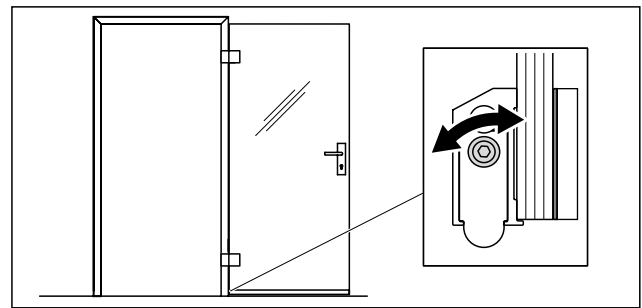

Abb. 17 Den Absenkmoment im Auslösekeil an der Nebenschließkante einstellen
1. Wenn die Absenkichtung beim Türschließen zu früh oder zu spät auslöst, dann den Absenkmoment mit einem 3-mm-Innensechskantschlüssel im Auslösekeil einstellen (Abb. 17).